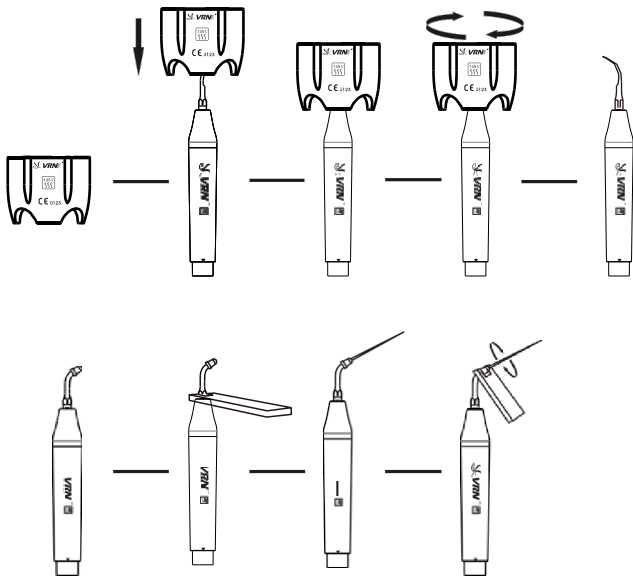

図6 ワーキングチップの組み立て・分解概略図
特殊な構造設計を採用することで、このトルクレンチは作業用チップの取り付け・取り外しを効果的に行えるだけでなく、作業中のユーザーの手も保護します。操作手順（図6を参照）：
- 1) エンドファイルレンチを使用して、ファイルホルダーをハンドピースに固定します（図 6 を参照）。
- 2) ファイルホルダーのナットを緩めます（図 6 を参照）。
- 3) 超音波用エンドファイルホルダーの前面にある穴に、超音波用エンドファイルを挿入します（図 6 参照）。
- 4) エンドファイルレンチを使用して、エンドファイルのナットを締めます（図 6 を参照）。